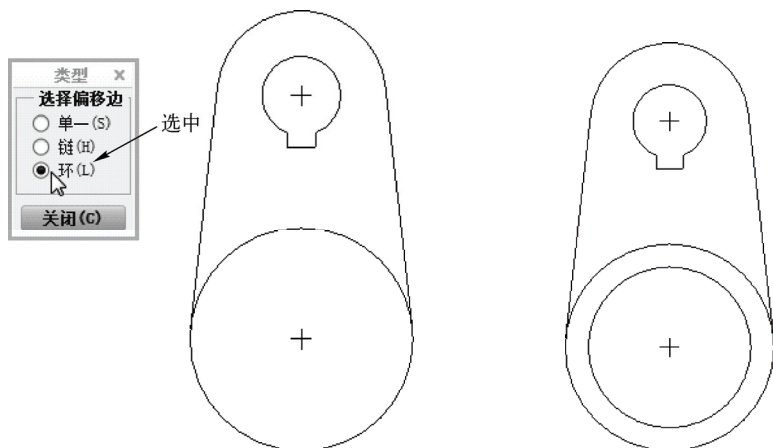

图 3-61 选中“环”单选按钮
STEP 03 弹出“类型”对话框, 选中“环”单选按钮, 如图 3-61 所示。